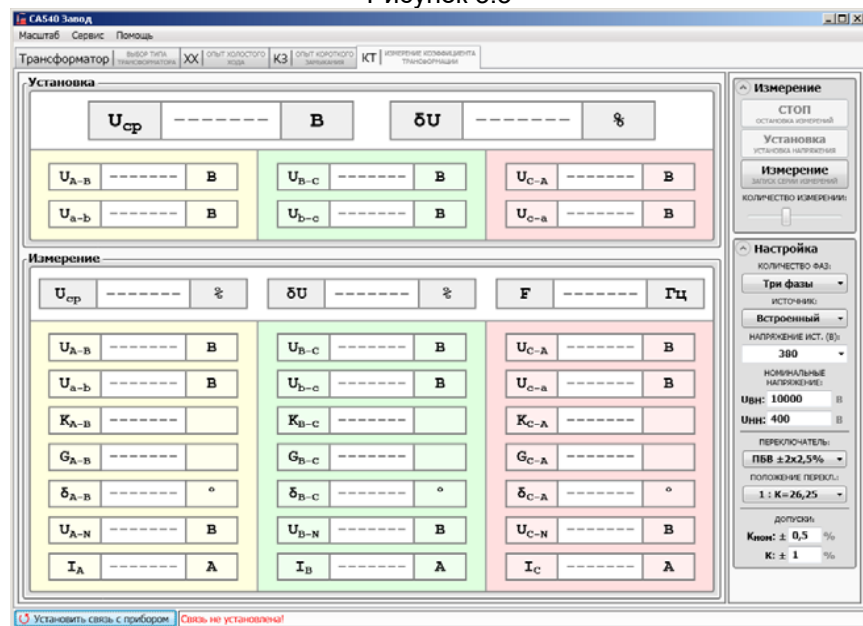

Рисунок 3.4
5) Вибрати варіант джерела живлення, для чого в підрозділі "Источник:" в розділі "Настройка" (рисунок 3.4) обрати з випадючого списку "Встроенный".
7) Встановити значення міжфазної напруги при вимірюванні КТ, для чого в підрозділі "Напряжение ист. (В):" в розділі "Настройка" (рисунок 3.4) вибрати необхідне значення зі списку або ввести його, попередньо клацнувши в полі введення, наприклад, 380 В.
- 4) Вибрати варіант джерела живлення, для чого в підрозділі "Источник:" в розділі "Настройка" (рисунок 3.4) обрати з випадваючого списку "Внешний".
8) Включити режим встановлення струму регулятора напруги, для чого в розділі "Измерение" (рисунок 3.4) клацнути по кнопці . Напис "Установка" і окантовка цього розділу забарвляться в червоний колір і в цих позиціях з'являться поточні значення напруги і струму джерела живлення.